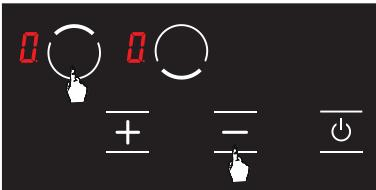

Abbildung 21
2. Berühren Sie die Auswahltaste (**□**) für die obere linke Kochplatte und die Minustaste (**-**) gleichzeitig, (siehe Abb. 21) Dabei ertönt ein kurzer Signalton. Danach werden die Finger vom Bedienfeld des Herds entfernt.